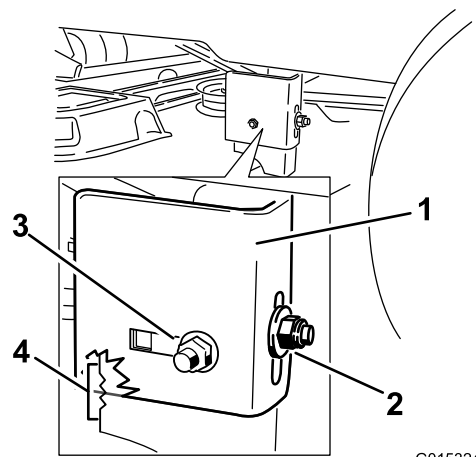

Figure 49
8. Desserrez l'écrou de blocage arrière sur le support jusqu'à ce qu'il soit possible de déplacer le support (Figure 49).
10. Arrêtez le tablier de coupe et vérifiez sa hauteur, puis serrez l'écrou de blocage arrière sur le support pour fixer cette nouvelle position (Figure 49). Serrez l'écrou de blocage latéral sur le support.